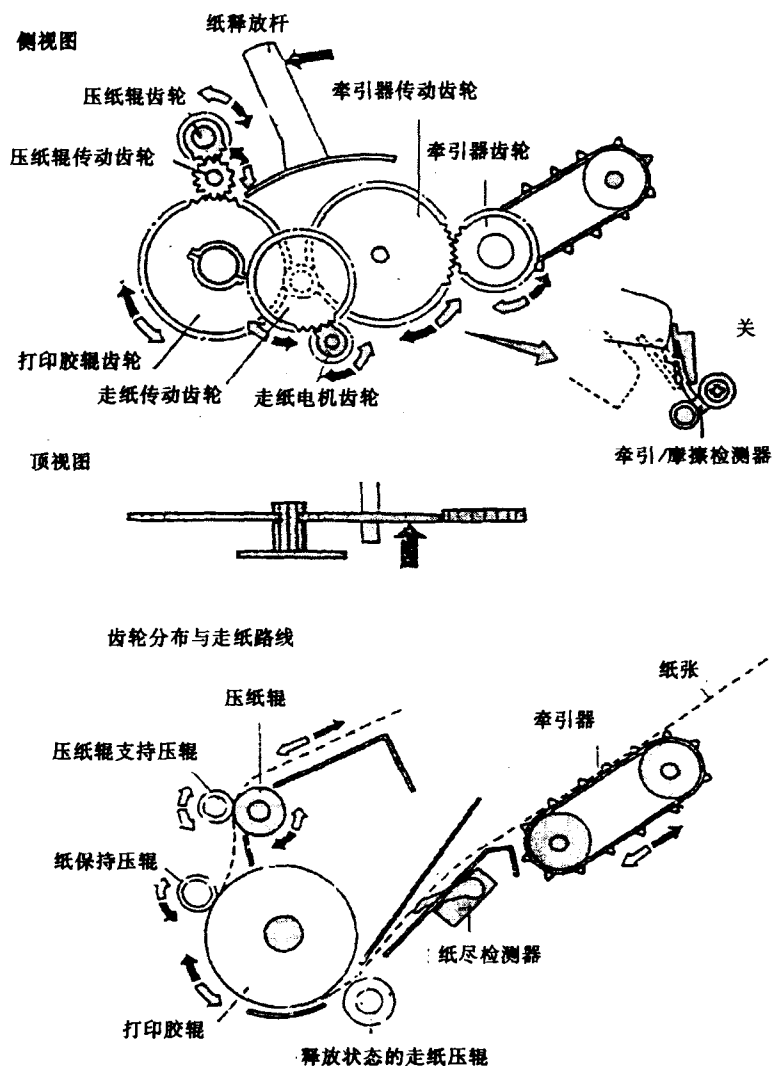

图 2-5 牵引走纸方式
(1) 牵引走纸方式。走纸齿轮与离合器轮相连接,打印纸随着走纸齿轮的转动由牵引器带动打印纸走纸(见图 2-5)。
(2) 摩擦走纸方式。打印纸被压在打印辊和压纸杆之间,走纸电机带动打印辊在走